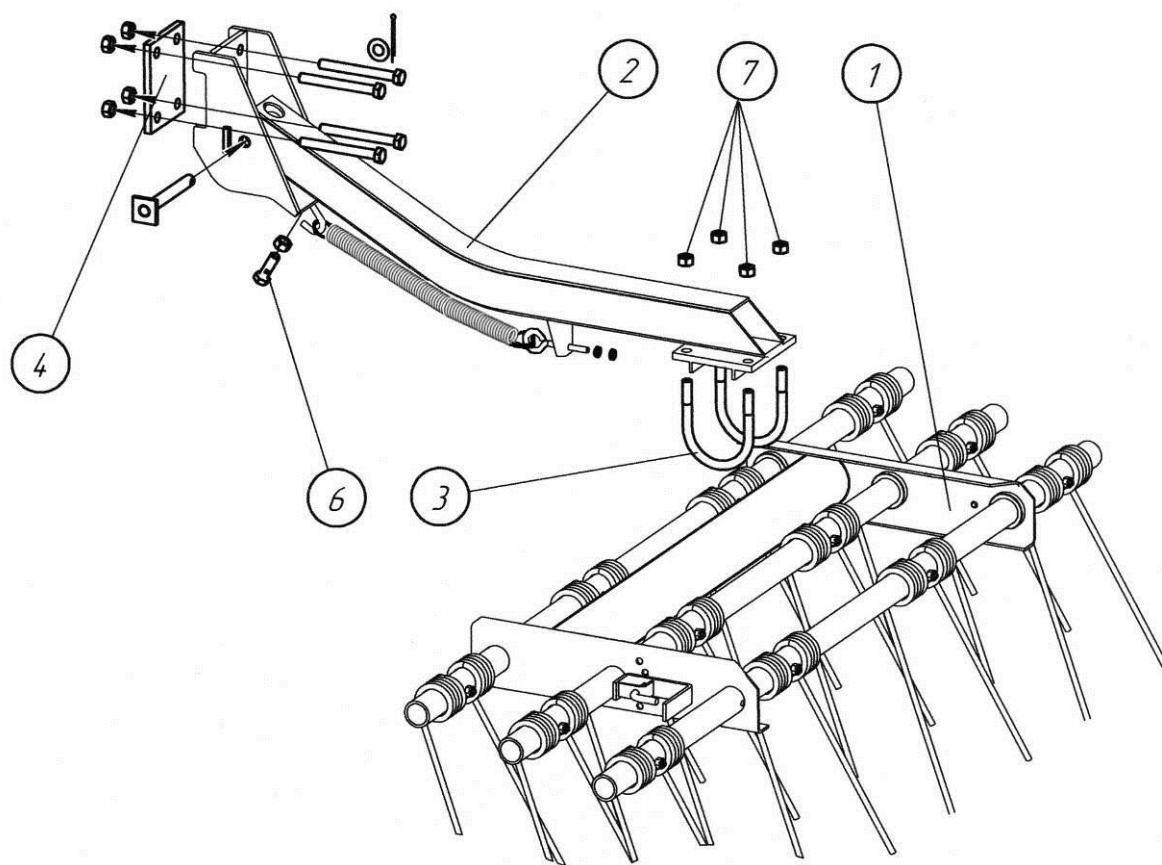

Рис. 4.11.1. Крепление секции трехрядной бороны
4.11.1. Закрепите секцию трехрядной бороны 1 на кронштейне 2 стремянками 3 и гайками 7 М16 (см. рис. 4.11.1).
4.11.3. Для обеспечения одинакового расстояния между зубьями соседних секций необходимо выдержать размер 510 мм между болтами соседних секций (рис.4.11.2). С помощью регулировочного болта 6 установите все бороны на одном уровне от земли. Поверните бороны в стремянках 3 так, чтобы передняя часть бороны была на 25 мм выше задней. Это обеспечит лучшее качество боронования и равномерный износ зубьев. Окончательно затяните гайки 7 (рис.4.11.1).